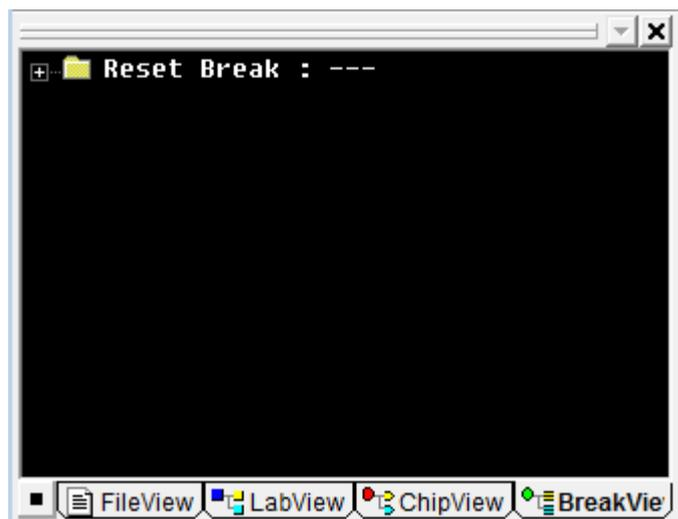

图 4-18. Break View 功能视窗
1) Break View 视窗的功能，是用来控制 ICE 各种 Break 的开关，如图 4-18 所示。